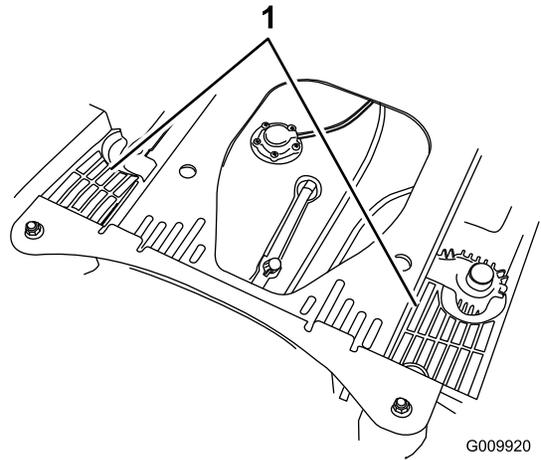

Figure 78
4. Débarrassez les carénages de l'unité hydraulique de l'herbe et des débris accumulés (Figure 78).